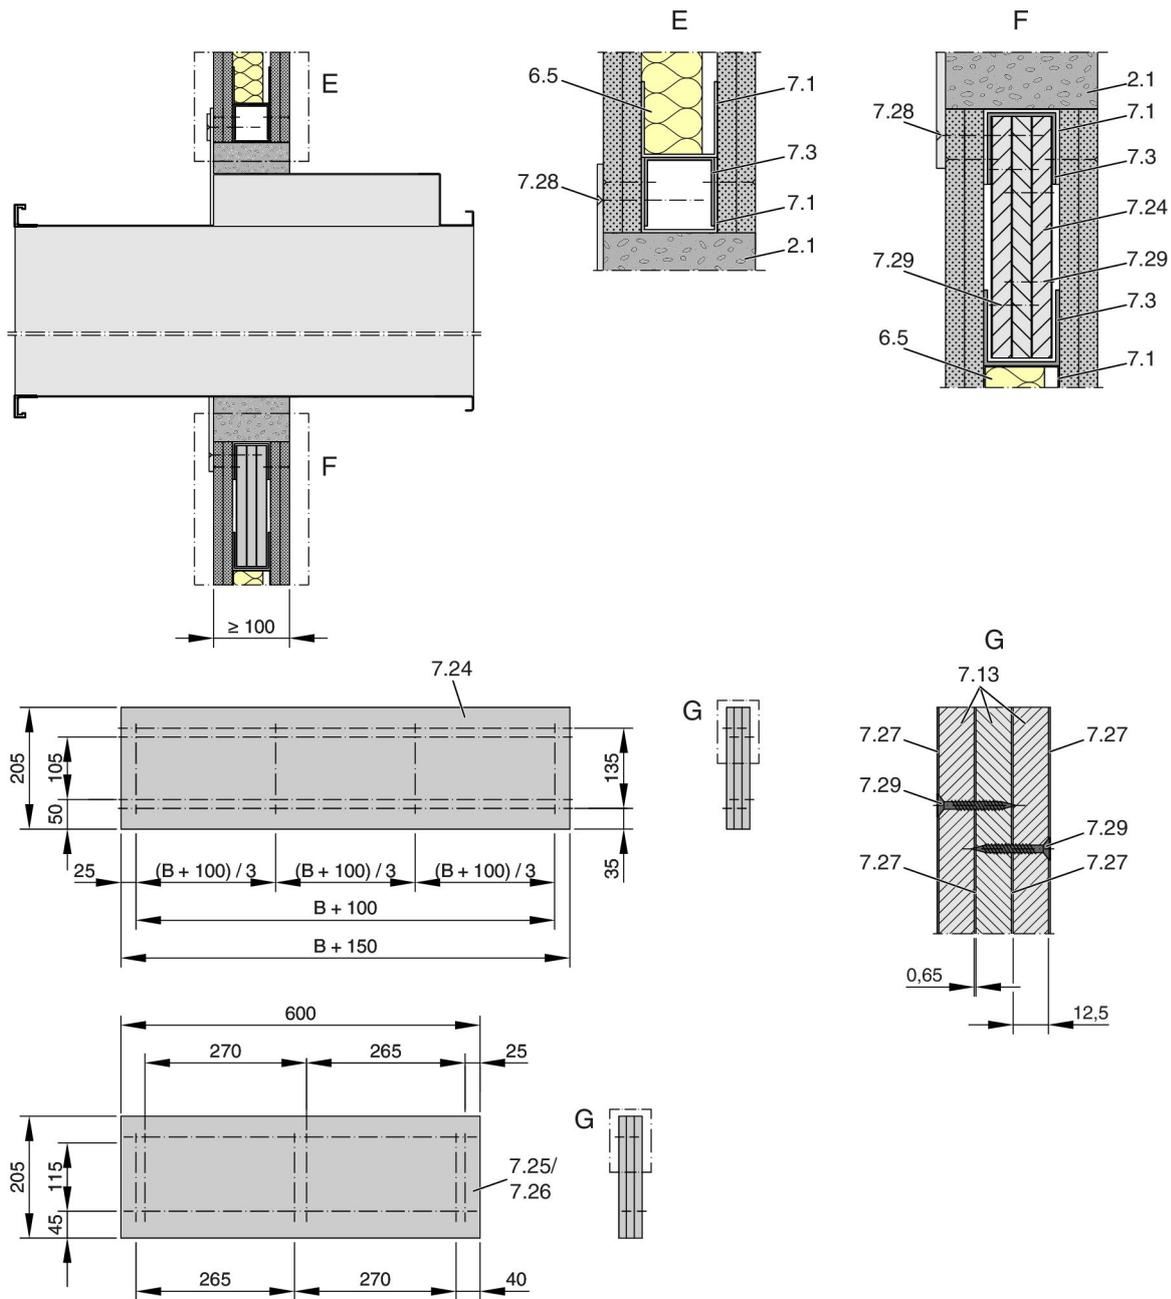

Abb. 21: Befestigungspakete für elektrische Auffahrhilfe
- Bei Verwendung einer elektrischen Auffahrhilfe ist die Leichtbauwand / Brandwand mit einem Befestigungspaket zu verstärken, Details siehe Abb. 21